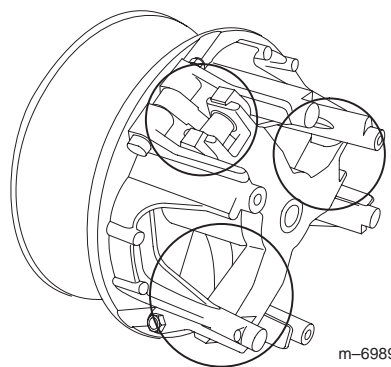

Figura 31
5. Lubrificate le parti in movimento nelle zone contrassegnate da un cerchio nella Figura 31, utilizzando l'aerosol lubrificante a secco Toro (Dry Lubricant Spray) reperibile dal rivenditore o distributore autorizzato Toro di zona.